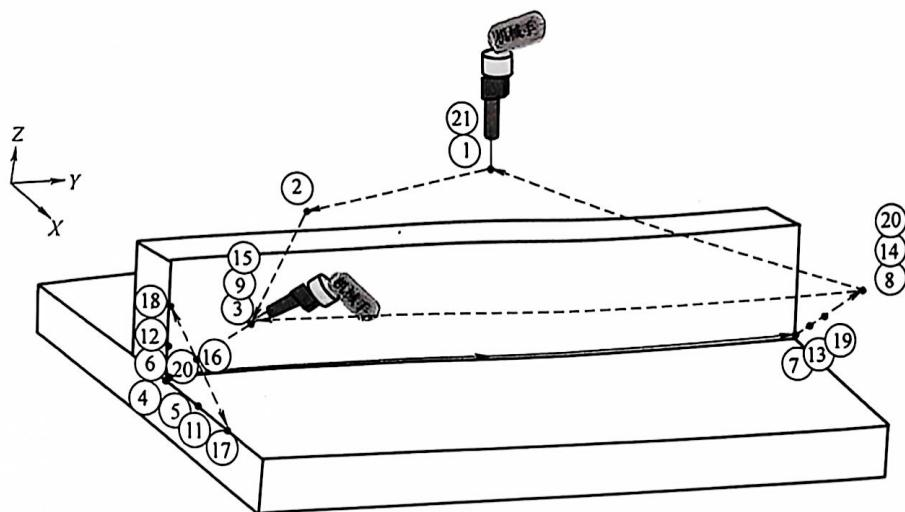

图 2-21 中厚板 T 形角接产品的示教运动轨迹
(1) 示教运动轨迹 该产品采用多层单道直线摆动在线示教编程与焊接, 其示教运动轨迹如图 2-21 所示, 主要由编号为①~⑩的 20 个示教点组成。
①点、⑩点为原点 (或待机位置点), 其应处于与工件、夹具不干涉的位置, 焊枪姿态一般为 45° (相对于 X 轴)。
②点、⑦点、⑧点、⑬点、⑭点、⑯点为过渡点 (前进点或退避点), 也要处于与工件、夹具不干涉的位置, 焊枪角度任意。
③点、⑥点、⑨点、⑫点、⑮点、⑰点为各层焊缝的焊接开始点与结束点, 焊枪姿态为与两工件成 45° 夹角, 与焊缝待焊方向成 95°~100° 夹角。
④点、⑤点、⑪点、⑯点、⑰点为摆动振幅点, 应根据焊道的宽度确定相应位置, 并考虑焊枪在该点上的停留时间, 焊枪的姿态和角度应与焊接点一致。